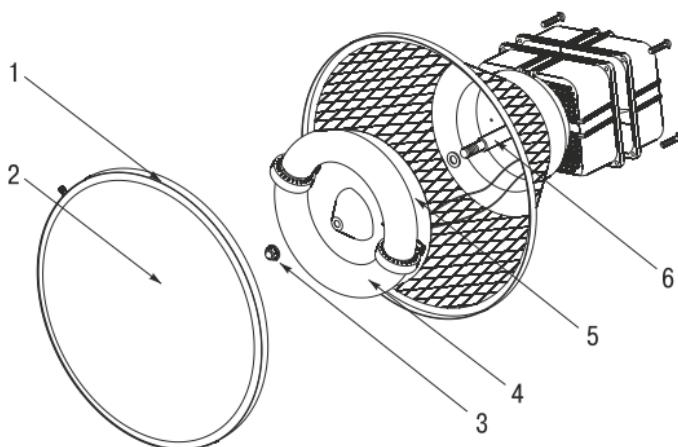

Рисунок 4
– Повернуть светильник на 90 градусов (рисунок 4).